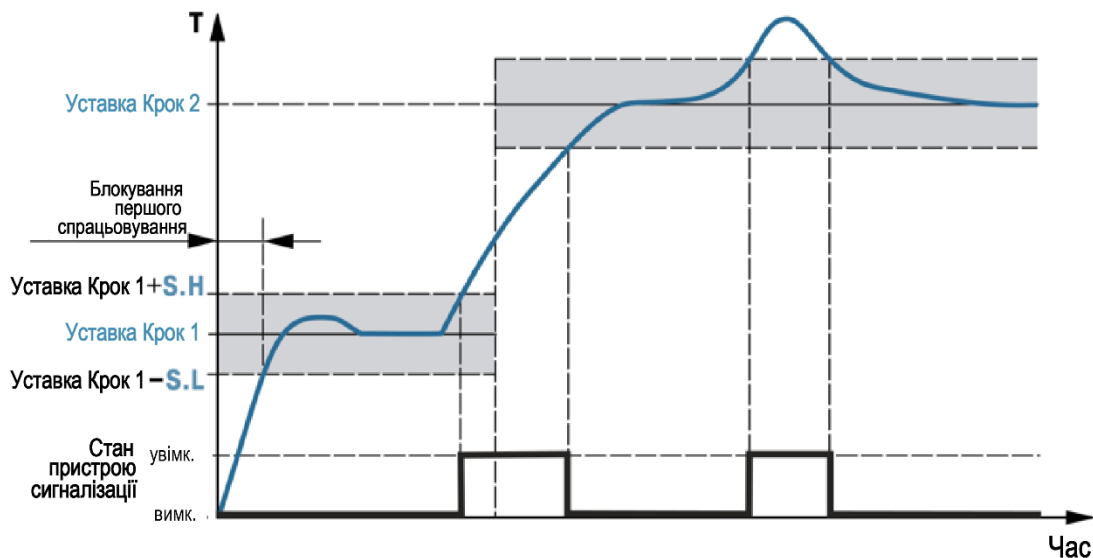

Рисунок 7.17 – Приклад логіки роботи та блокування спрацьовування пристрою сигналізації для U-подібної логіки
- У разі виходу регульованої величини за задані межі – U-подібна логіка (**SiG.t = S.otn**) (див. рисунок 7.17).